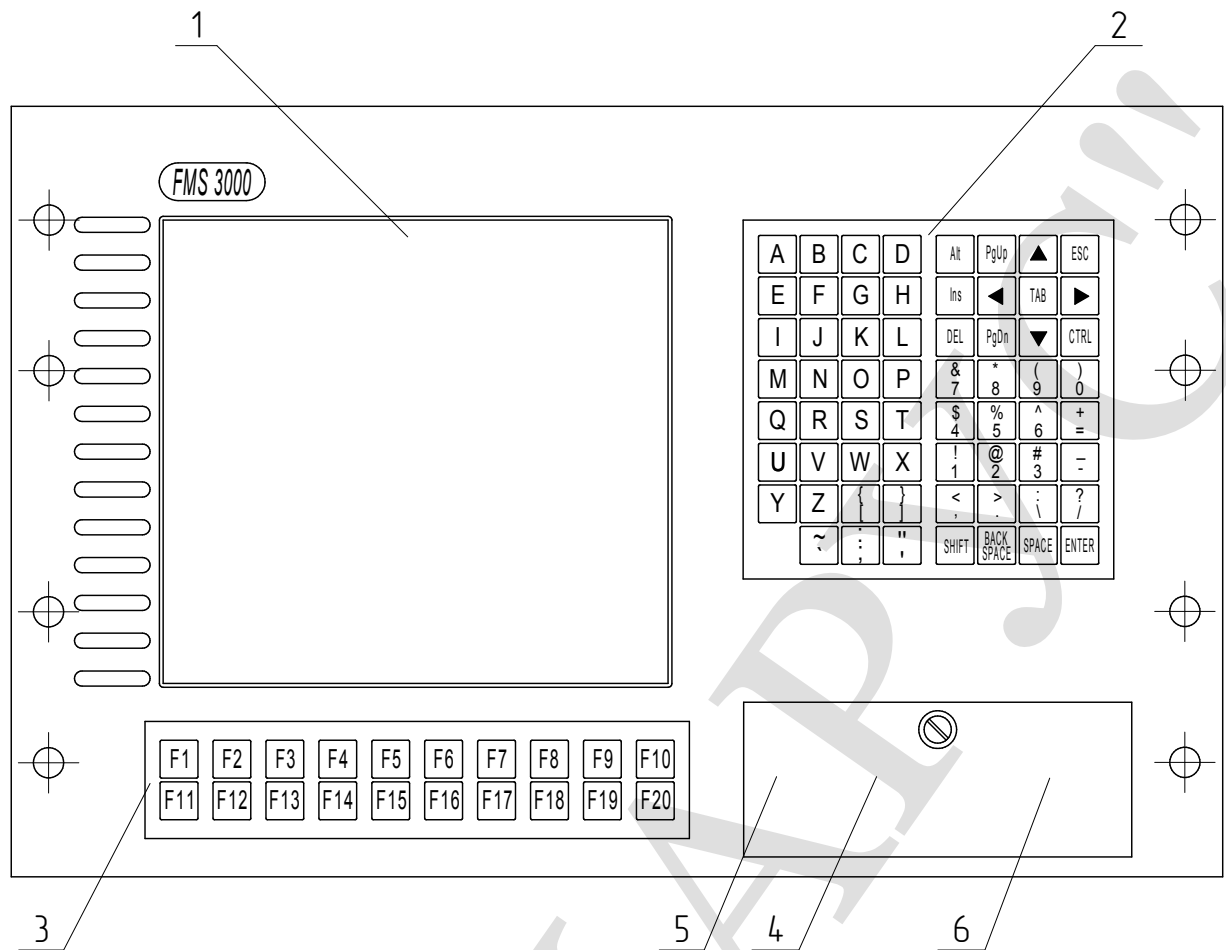

Рис. 8. Панель устройства ЧПУ "FMS 3000"
7.4. Расположение органов управления на панели устройства ЧПУ "FMS 3000" (рис. 8).
| № позиции по рис. 8 | Органы управления и их назначение | Способ использования  |